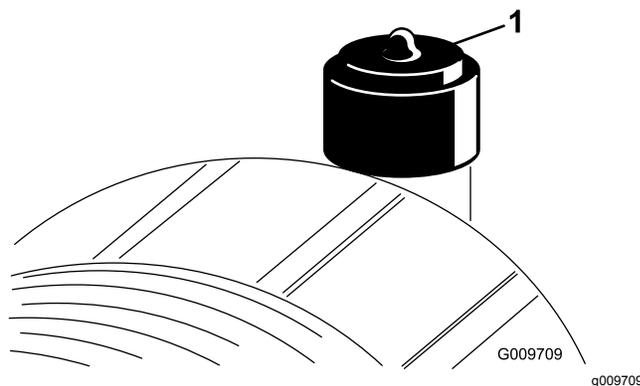

Figura 29
Effettuate la manutenzione del filtro dell'aria quando l'indicatore (Figura 29) lo richiede. Sostituendo il filtro dell'aria prima del necessario si aumenta il rischio che la morchia penetri nel motore quando si toglie il filtro.
6. Se la spia (Figura 29) è rossa, resettatela.